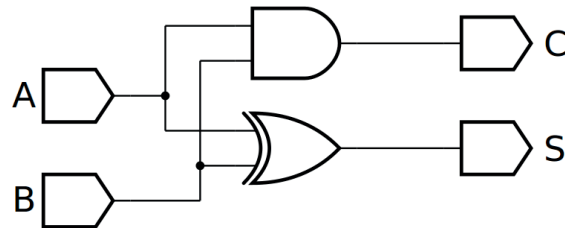
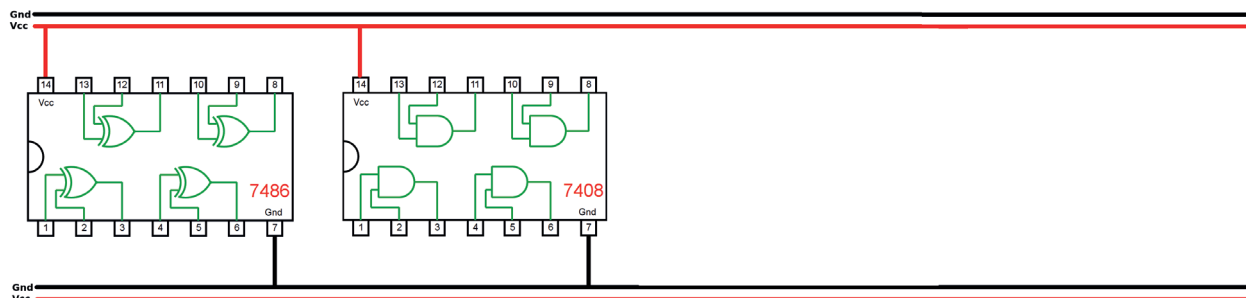

Figura 6.2 – Diagrama esquemático.
Figura 6.3 – Disposição dos componentes (TTL) para a placa de montagem.
1. Complete as ligações na figura 6.3 ou 6.4 de acordo com a figura 6.2.
5. Utilize um programa de simulação em computador (SmartSim, Atanua, Qucs) faça a simulação do circuito da figura 6.2. Compare os resultados com a tabela 6.2.
6. Escreva a equação booleana do circuito da figura 6.2 e simule no programa para o Arduino.